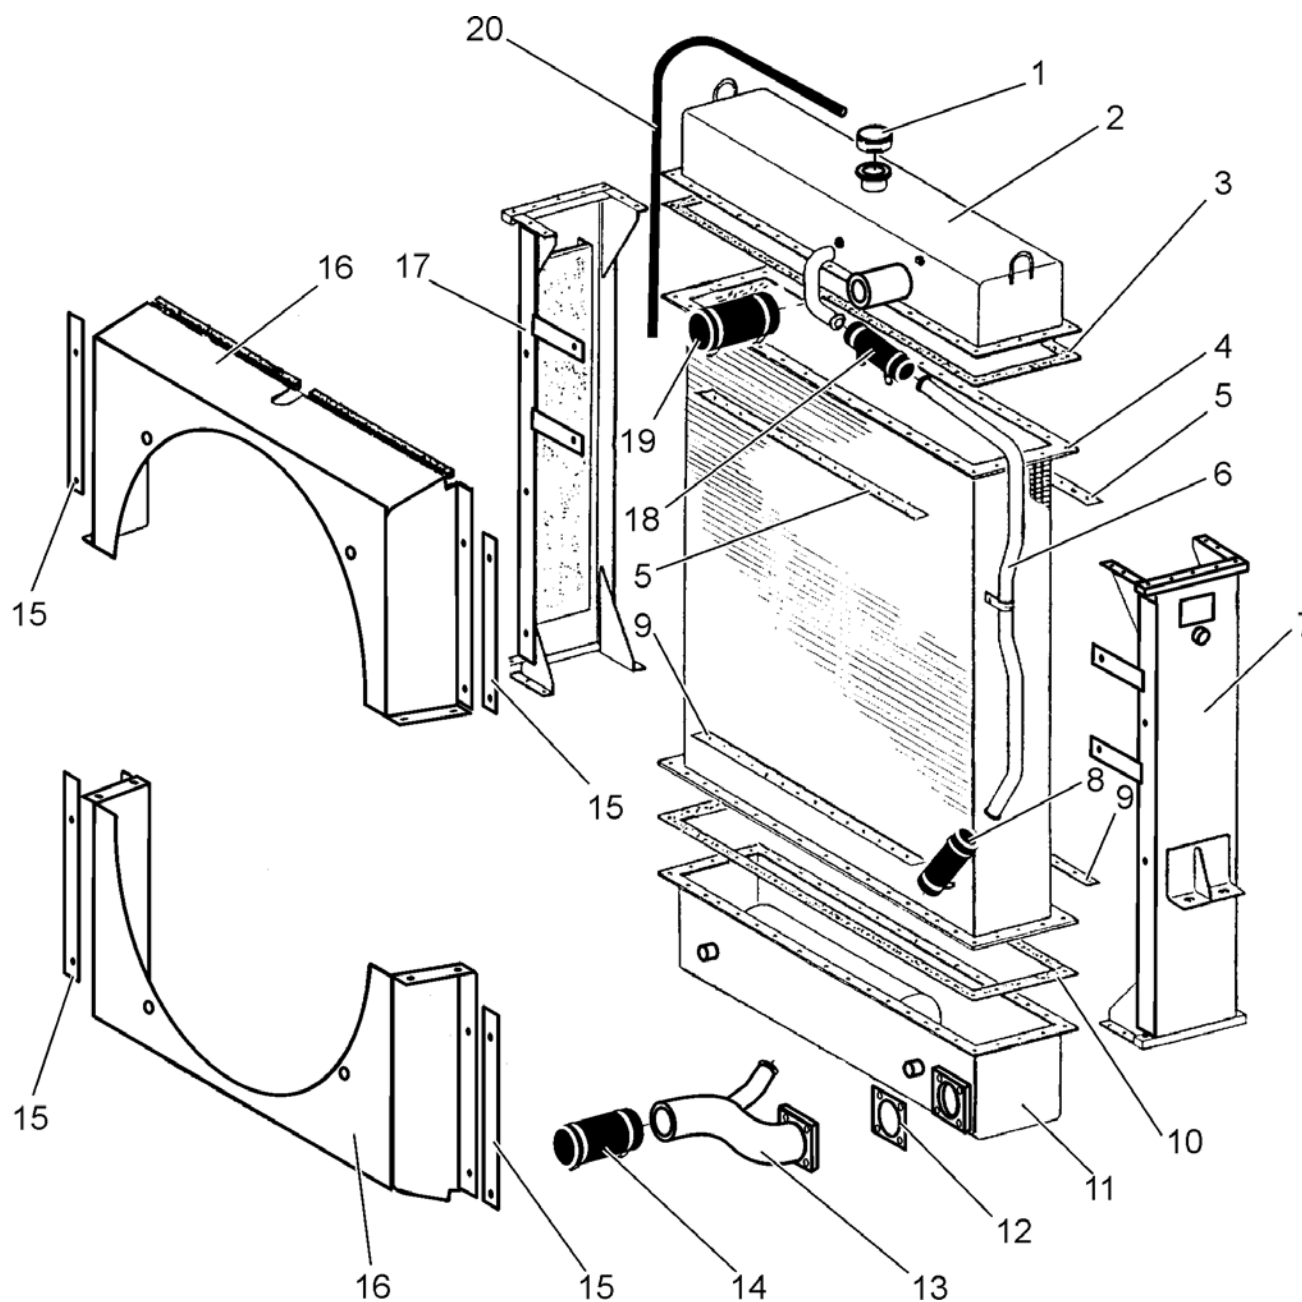

Рис. 6.6. Узел радиатора с ограждениями вентилятора и трубопроводами
7. РАЗБОРКА УЗЛА РАДИАТОРА (Рис. 6.6.)
ВАЖНО: Зазор между концами лопастей вентилятора и между ограждениями (16, Рис. 6.6.) вентилятора должен быть одинаковым по всему контуру. При необходимости следует ослабить болты крепления ограждений и сменить положение ограждений вентилятора относительно боковых стоек (7 и 17) радиатора.